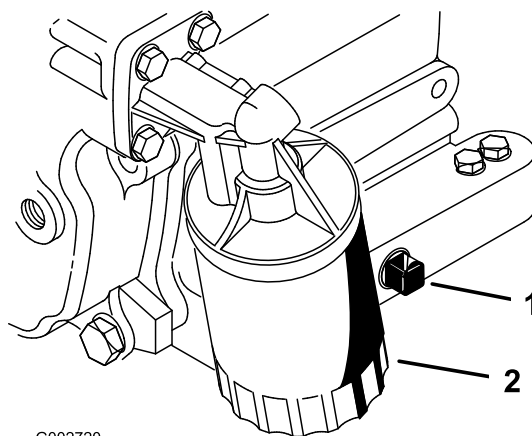

図 26
2. ドレン・プラグ (図 26) を外してオイルを容器に受ける。オイルが抜けたらドレン・プラグを取り付ける。
3. オイルフィルタ (図 26) を外す。新しいフィルタのガスケットに薄くエンジン・オイルを塗る。